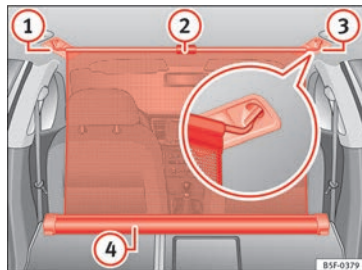

Fig. 174 Nel bagagliaio: rete divisoria fissata con gli schienali del sedile posteriore ribaltati.
- Tirare verso l'alto la linguetta »» fig. 174 ②
per estrarre la rete dalla scatola »» fig. 174 ④
- Fissare la rete divisoria sul lato destro »» fig. 174 ③ (immagine ingrandita).
- Fissare la rete divisoria nell'alloggiamento sul lato sinistro »» fig. 174 ① tirando la barra.
La rete divisoria è correttamente montata quando le estremità a forma di T sono agganciate saldamente agli alloggiamenti corrispondenti »» fig. 174 ③ e ①.
- Avvolgere la rete nella scatola »» fig. 174 ④ abbassandola con la mano.